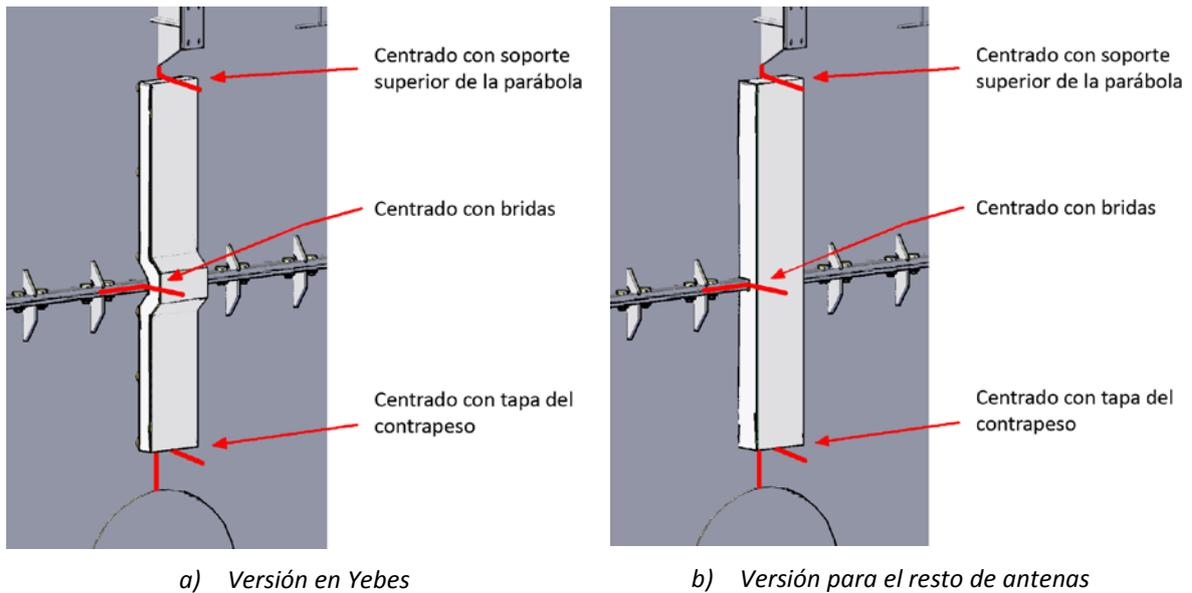

Figura 4. Centrado de canaleta exterior.
2. Cada operador sujeta un extremo de la canaleta centrándola en su lugar (ver Figura 4). A lo largo se centra colocando la hendidura centrada con las bridas de unión del contrapeso a la cabina de elevación. A lo ancho se centra por un lado con el soporte de la cincha central de la estructura de la parábola. Por el otro lado se centra con el punto más cercano de la tapa que el contrapeso tiene a la altura del eje de rotación en elevación.